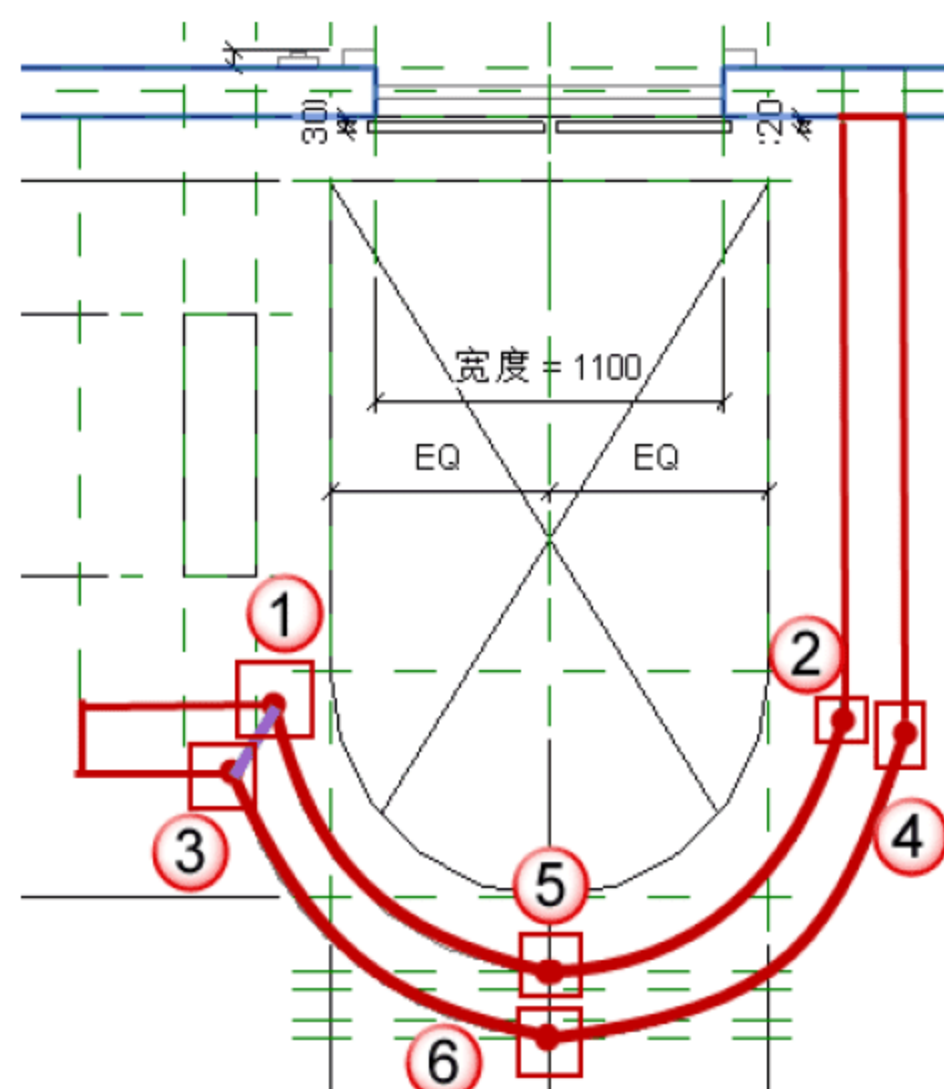

图 8.4.20 创建电梯外墙
(16) 创建电梯外墙底部砌块。该外墙由底部砌块和上部玻璃幕墙两部分组成。先绘制底部砌块，选择“创建”→“拉伸”→“直线”命令，绘制如图 8.4.20 中①~③中的矩形部分及连线。切换绘制方式至“起点-终点-半径弧”，分别绘制出剩余的弧线部分。修改“拉伸终点”为“500”。设置材质为“混凝土砌块”。单击“完成编辑模式”按钮完成底部砌块的创建，返回“参照平面”视图。